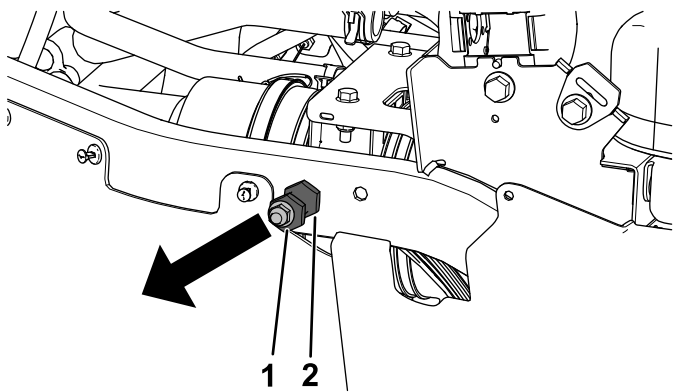

Bild 41
5. Entfernen Sie die Sicherungsmutter ($\frac{3}{8}$ ") und den Arretierbolzen aus dem rechten und linken hinteren Rahmenrohr (Bild 41).